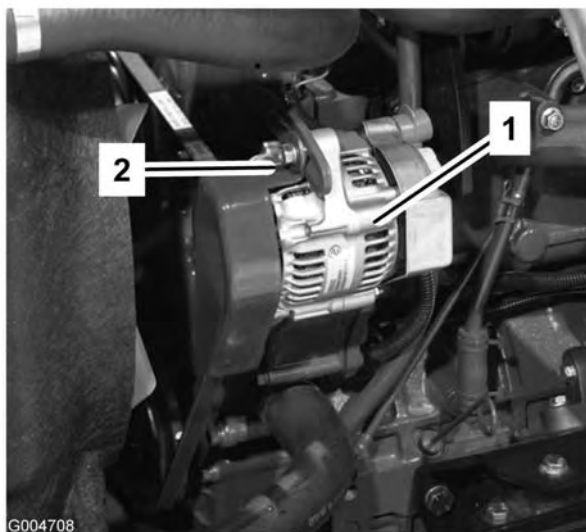

Figura 63
Controllate lo stato e la tensione delle cinghie (Figura 63) ogni 100 ore di servizio.
2. Se l'inflexione non è di 10 mm, allentate i bulloni di fissaggio dell'alternatore (Figura 63). Aumentate o riducete la tensione della cinghia dell'alternatore e serrate i bulloni. Controllate di nuovo l'inflexione della cinghia per accertare che sia esatta.